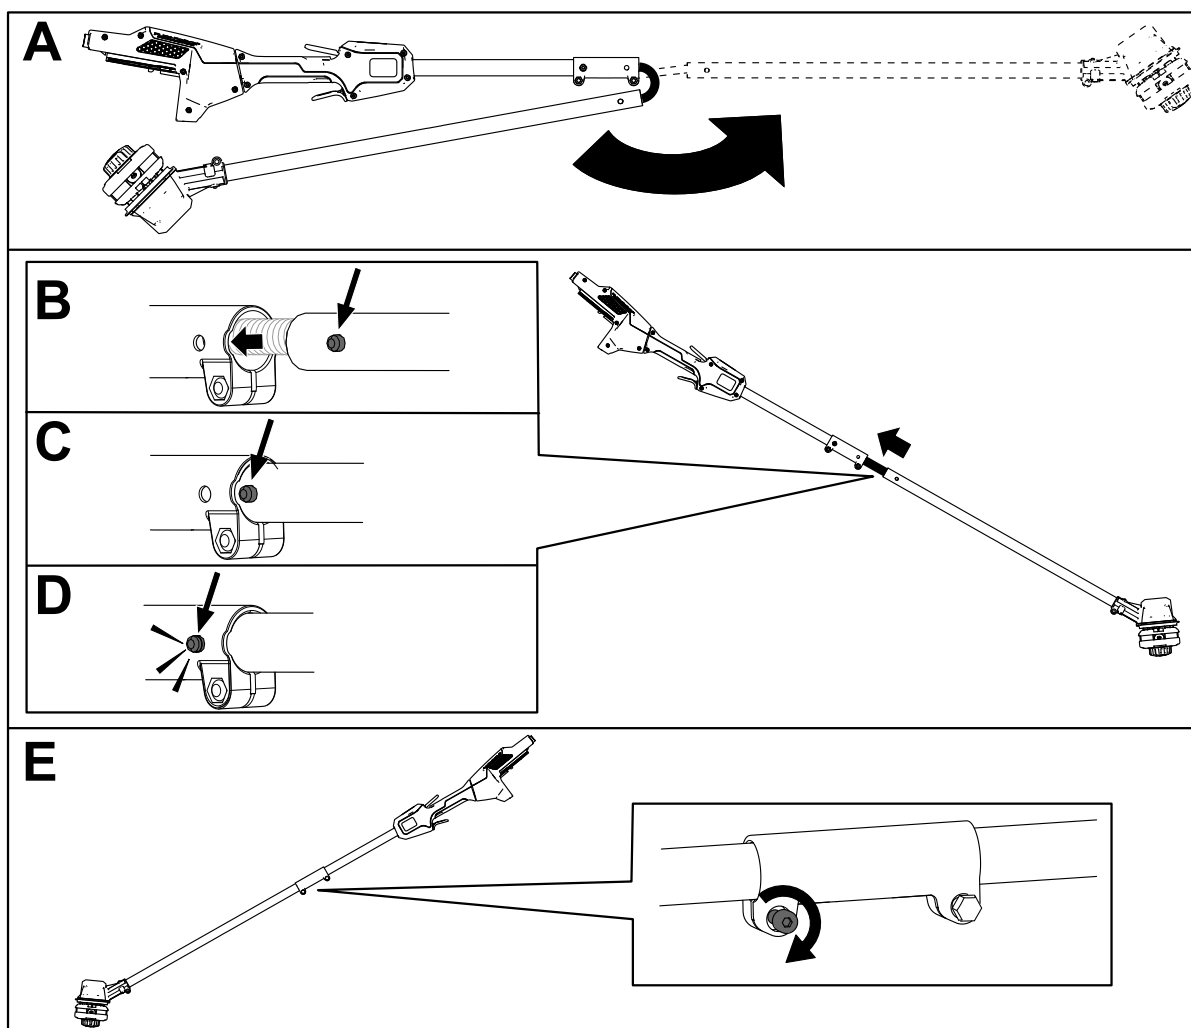

Figure 4
1. Dépliez le manche (A de la Figure 4).
2. Alignez le bouton de verrouillage de la moitié inférieure du manche et le trou dans la moitié supérieure, et emboîtez-les 2 moitiés ensemble (B et C de la Figure 4).
Remarque: Le bouton de verrouillage s'enclenche dans le trou quand les deux moitiés du manche sont correctement emboîtées (D de la Figure 4).
3. À l'aide de la clé Allen fournie, serrez la vis sur le connecteur du manche jusqu'à ce qu'il soit bien fixé (E de la Figure 4).